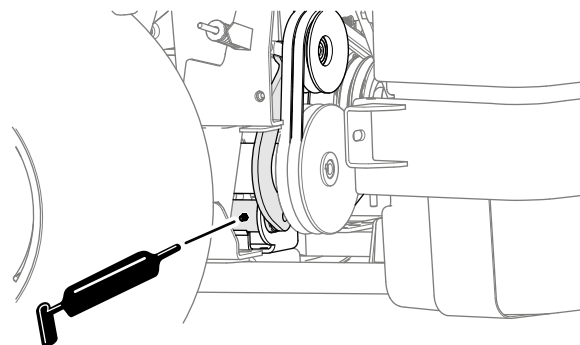

Figura 46
- Suport fulie rolă de ghidare a prizei de putere (Figura 46)